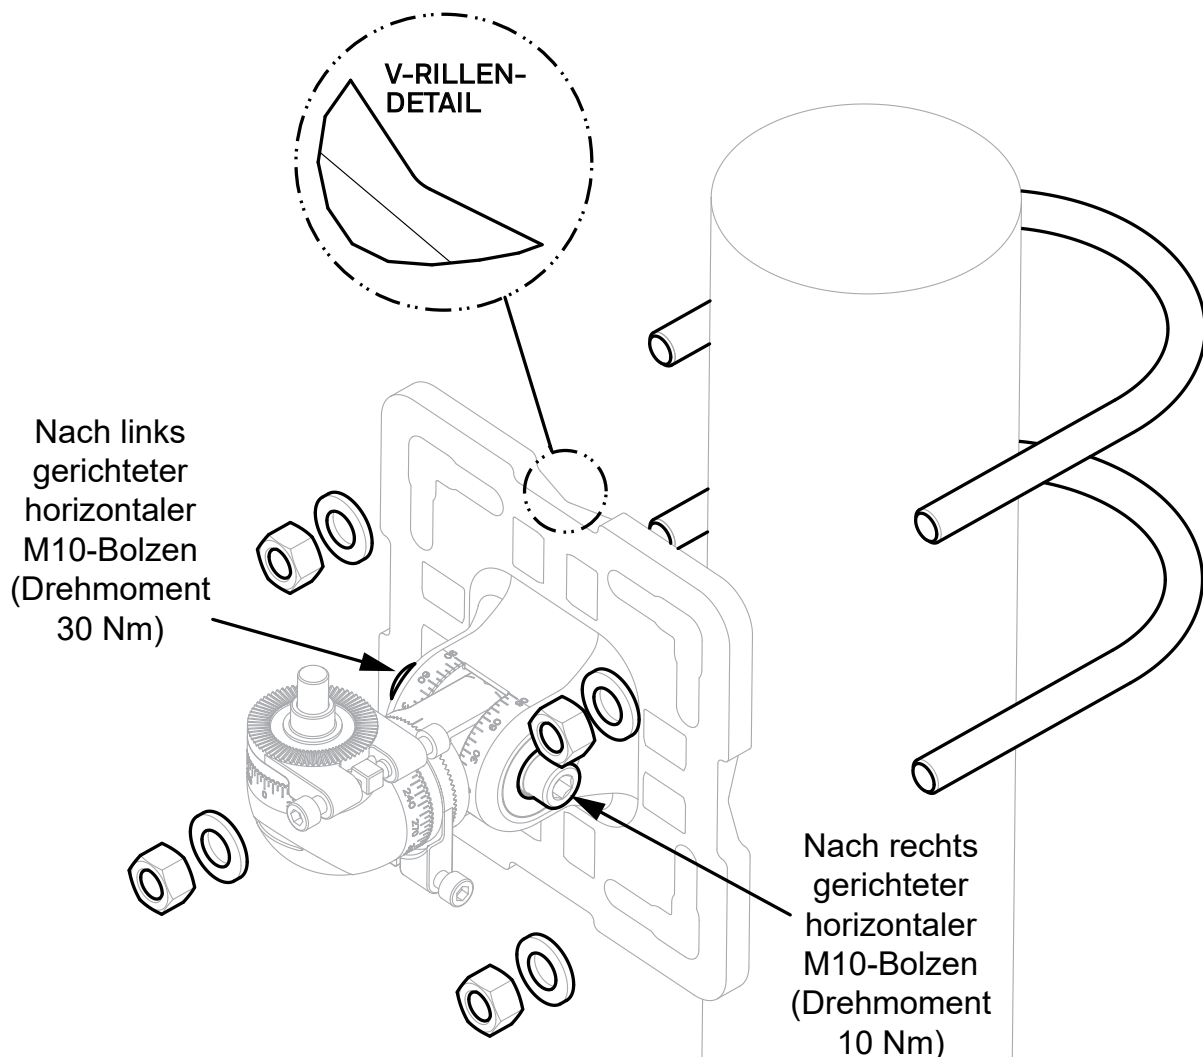

Abbildung 10. Montage der universellen Montagehalterung an einem Pfosten mit U-Schrauben
2. Entfernen Sie die Schraubenabdeckung (Abbildung 10).